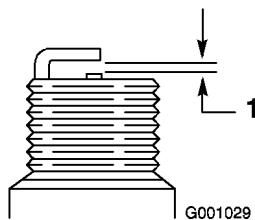

Figure 45
- Réglez l'écartement des électrodes à 0,76 mm (Figure 45).